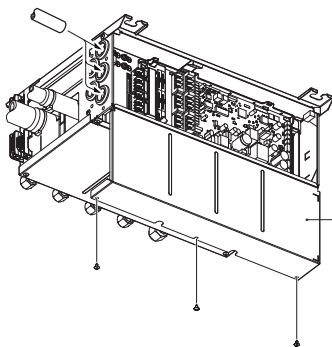

Fig. 8-5
8.1. Ved brug af ledningsrør (Fig. 8-5,6,7)